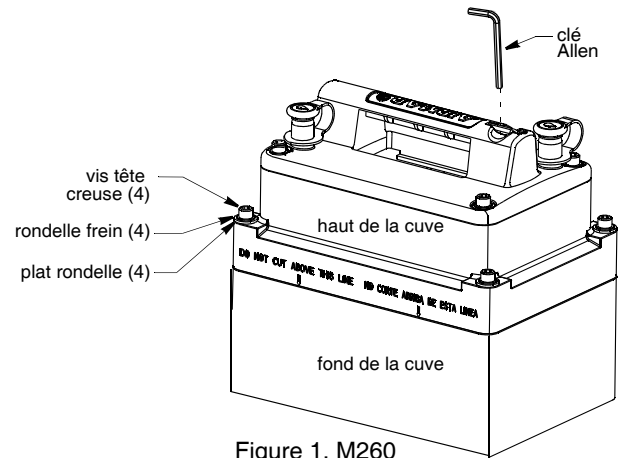

Figure 1. M260
1. La cuve peut être démontée pour permettre son installation dans un espace confiné. *Ne démontez pas la cuve sans nécessité.* Si la cuve doit être installée sans démontage préalable, serrez légèrement à l'aide de la clé Allen fournie, les vis à tête creuse qui maintiennent assemblées les deux moitiés de la cuve (voir Figure 1). (Utilisez un tournevis plat pour extraire la clé Allen de la poignée de la sonde. Remettez la clé Allen en place après utilisation).